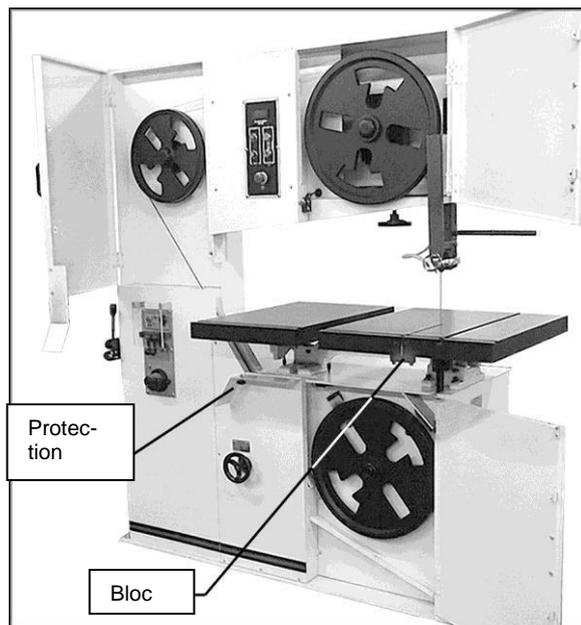

Figure 5
2. Ouvrir les portes supérieure et inférieure, et faire basculer le cache de protection (Figure 5).
3. Retirer le bloc du bord avant de la table (Figure 5).